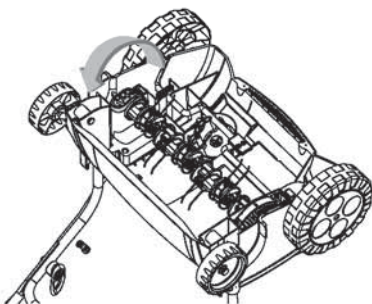

Fig.13
- > Attachez fortement la pince avec la vis [Fig. 13].